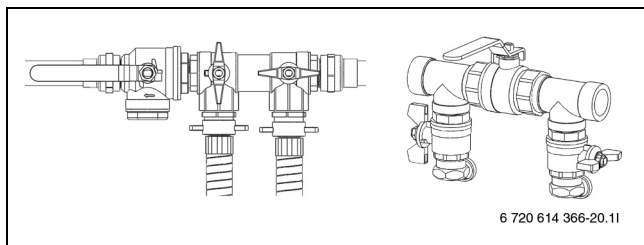

Bild 28 Befüllereinrichtungen in Druckerhöhungposition
- Nach erfolgter Entlüftung Kreis unter Druck setzen. Ventile der Befüllereinrichtung auf Druckerhöhungposition stellen und Kreis mit 2,5 bis 3 bar unter Druck setzen (→ Bild 28).